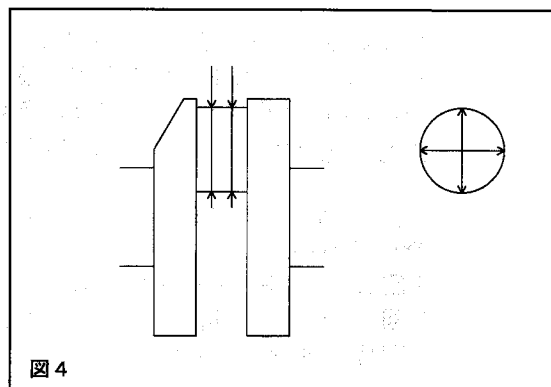

図 4
2. 4 図3、図4を参照し、クランクシャフトのピン径をマイクロメータを使用して測定してください。